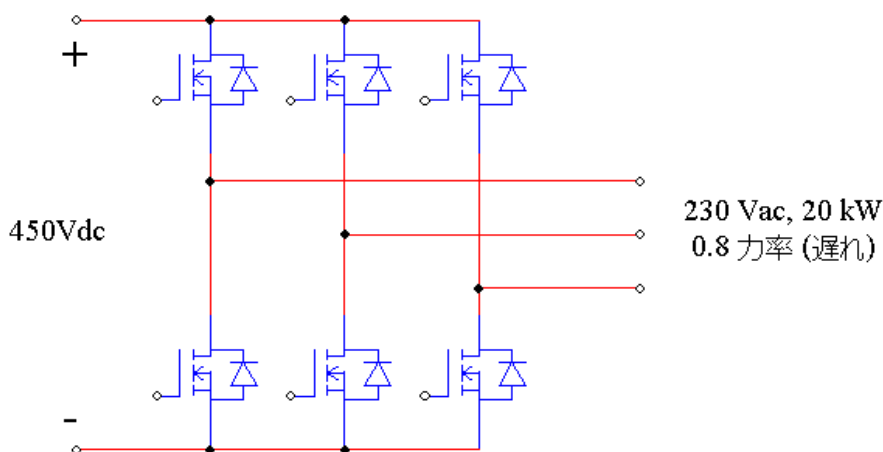

図 1 三相電圧型インバータ
まず、図 1 に示した三相電圧型インバータの損失を計算します。ここでは Semikron 社の三相 IGBT モジュール SEMiX151GD066HDs を使用します。
SEMiX151GD066HDs のデータシート Fig.1 にデバイスの順方向特性「Vce(sat) vs. Ic」の Tj=25°C VGE=15V,と Tj=150 °C VGE=10,15,17 V 時の波形があります。エネルギー損失 Eon、Eoff vs. Ic は VGE=-8/+15V で定義されていますので VGE=+15V の波形を選択します。
デバイスデータベースの電気的特性に、データシートの Fig.1 から波形をキャプチャする方法を次に説明します。
- ・Fig1 のグラフを表示し、プリントスクリーンキー (PrtSc) を使いクリップボードにコピーします。グラフウィザードボタンの  ボタンをクリックするとダイアログウィンドウに次図のようにグラフがコピーされます。
- ・ をクリックします。ここで、Ic は X 軸、 Vce(sat)は Y 軸です。データシートの Fig.1 の設定では X,Y 軸の設定が逆なので“グラフ反転”にチェックを入れて X0 に 0、Xmax に 4、Y0 に 0、Ymax に 300 を入力します。Suffix はこの Data では X 軸 Y 軸共に空欄です。ジャンクション温度 Tj は 25°Cを入力してください。